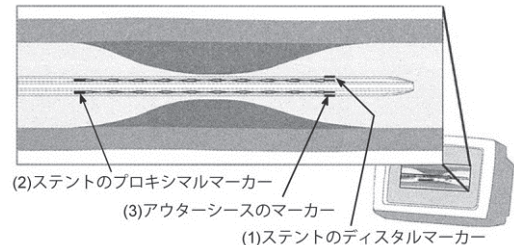

図6
- \*\* (10) 事前に決定した体内および/または体外のマーカ―を利用して、腫瘍の遠位側および近位側の境界を確認しながら、X線不透マーカ―をポジショニングする。X線不透マーカ―は圧縮状態において、展開したステントとほぼ同等の長さを示すように設計されている。ステントの造影画像末端は、ステントが展開されるまでX線不透マーカ―の帯のように見える。ステント留置前、ステントの遠位末端はアウターシース上のディスタルマーカ―と同位置にある。またステントのプロキシマルマーカ―はシースのプロキシマルマーカ― (白) と接する位置にある (図6 参照)。